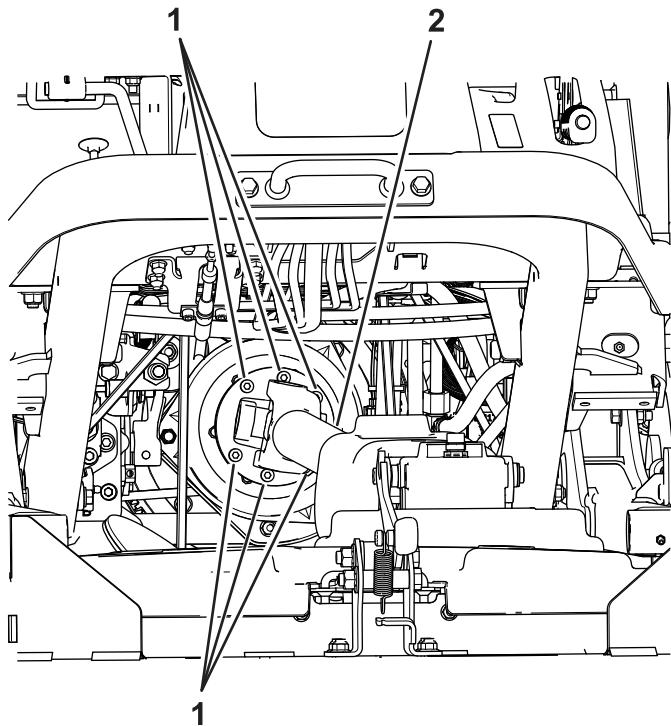

Figura 2
3. Retire los 6 pernos que sostienen el árbol de transmisión al embrague (Figura 2). Deseche los herrajes.
5. Instale el nuevo árbol de transmisión al embrague con 6 pernos allen (M8-1,25 x 30 mm); consulte la Figura 2.